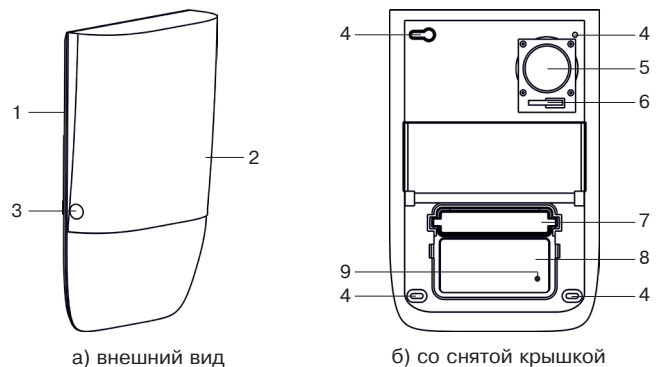
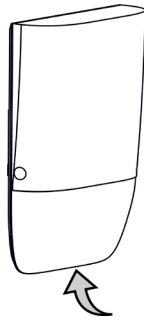

Рисунок 2 – «Трубоч-У-РК»
Рисунок 4
Внешний вид оповещателя приведен на рис. 2.
8.2 Снимите заглушки с винтов (рис. 2 поз. 3). Откройте винты. Удерживая основание, снимите крышку корпуса, поддев ее со стороны линзы (рис. 4).
10.2 Нажмите и затем отпустите датчик вскрытия корпуса (рис.2, поз. 6).